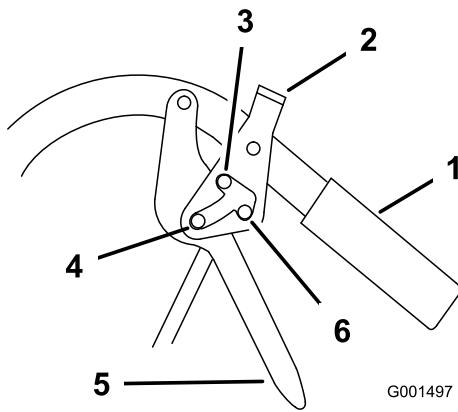

Figure 6
1. Serrez les leviers de déplacement (Figure 6).
2. Placez les pouces sur la partie supérieure des verrous et poussez-les en avant en position **stationnement** (Figure 6).
1. Serrez les leviers de déplacement en arrière (Figure 6).
2. Placez les pouces sur la partie supérieure des verrous et ramenez-les en arrière en position **déplacement** (Figure 6).
2. Placez les pouces sur la partie supérieure des verrous et ramenez-les en arrière en position **point mort verrouillé** (Figure 6).
2. Placez les pouces sur la partie supérieure des verrous et poussez-les en avant en position **déplacement** (Figure 6).